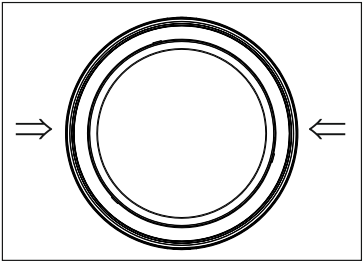
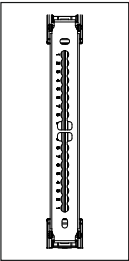

Рис. 1
Рис. 2
- 5.9 Надавите на фиксаторы монтажной скобы по бокам осветительного прибора (рис. 1) и освободите монтажную скобу (рис. 2).